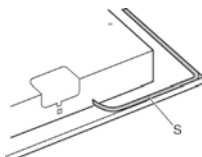

Рис.5
- Переверните устройство вверх ногами и положите прокладку S по внешнему краю (рис. 5).